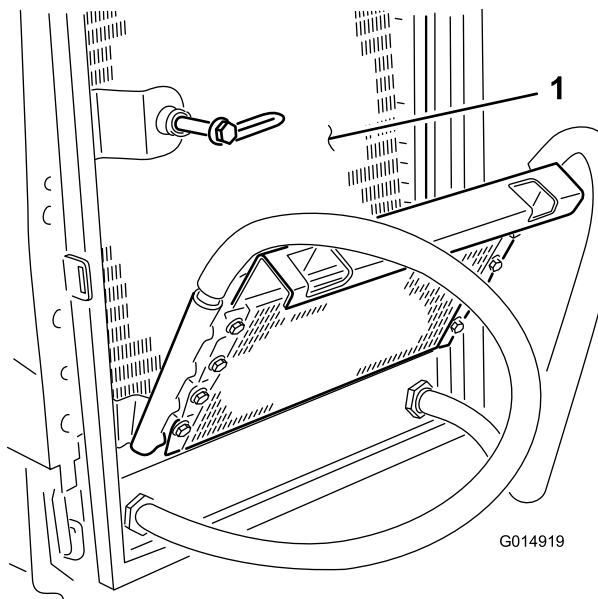

Bild 44
7. Reinigen Sie beide Seiten des Ölkühlers und des Kühlers gründlich mit Druckluft (Bild 44).